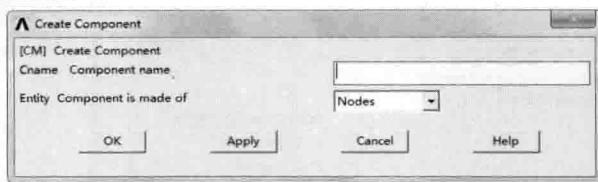

图 1-10 创建构件对话框
- Create Component——创建构件。单击之后会弹出创建构件对话框，如图 1-10 所示。